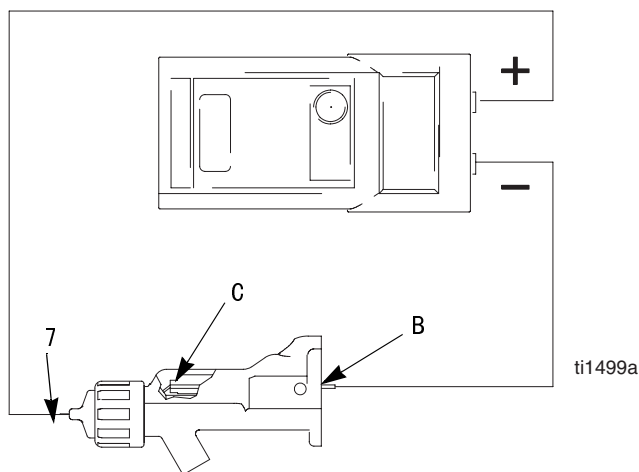

图 17. 测试电极电阻
2. 测量导电杆（B）和电极（7）之间的电阻。电阻应当为 20-30 兆欧。见图 17。